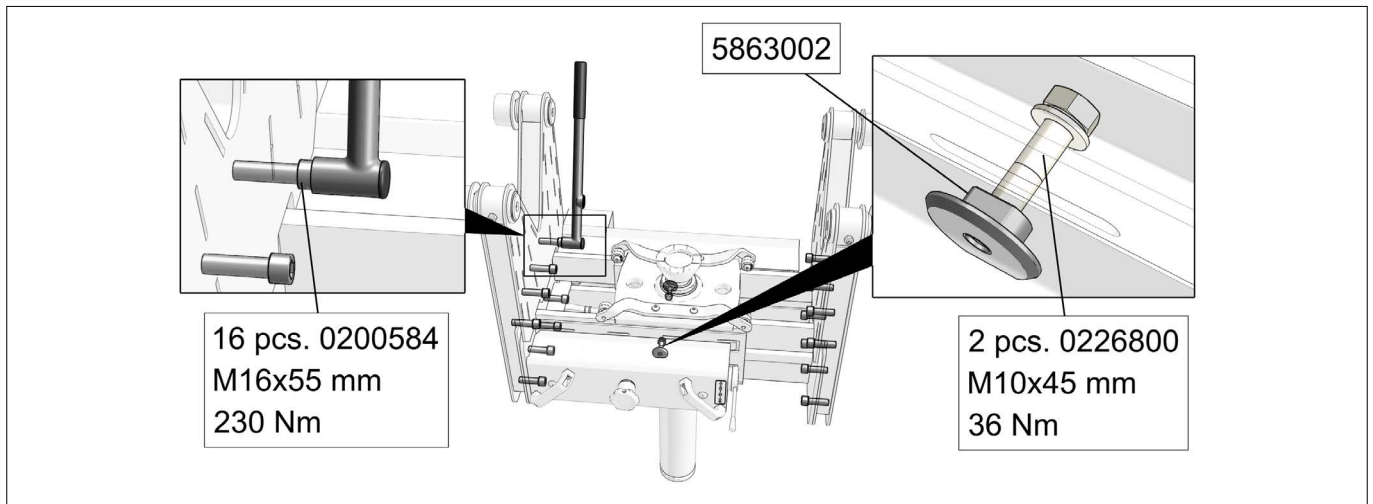

Fig.47
- Justering og bespænding af låse og ophængsbolte (Fig.47)
- Adjustment of frame and torque setting of locks and support screws (Fig.47).
- Ausrichtung des Rahmens, fester Sitz der Sicherungsschrauben und Schrauben für die Aufhängung (Fig.47).
- Réglage du cadre, serrage des attaches et des boulons de suspension (Fig.47).
- Ramens justering och spänning av lås och upphängningsbulta (Fig.47).
- Asiantuntijan on tarkastettava rungon säädöt ja lukkojen sekä kiinnityspulttien kireys (Fig.47).
- De afstelling van het frame en het aanhalen van de vergrendelingen en de ophangingsbouten (Fig.47).
- Estado del bastidor y ajuste de los seguros y tornillos de los brazos de apoyo (Fig.47).
- Проверка юстировки рамы и затяжки стопоров и крепежных болтов (Fig.47).
- Regolazione del telaio e regolazione della coppia di serrature e viti di supporto (Fig.47).